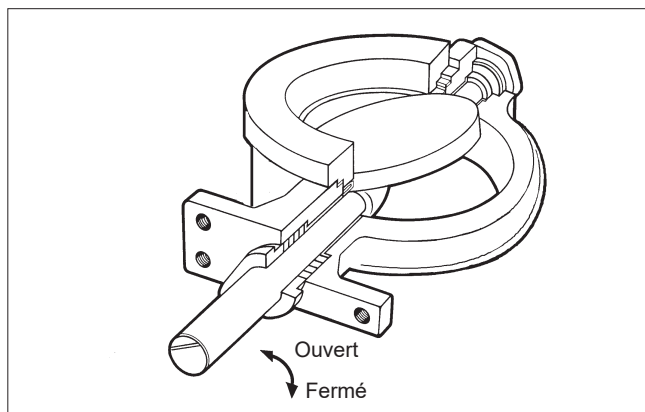

Fig. 12 Positions ouverte et fermée de la vanne
La ligne repère parallèle au disque se trouvant à l'extrémité de l'axe indique grossièrement l'angle de fermeture (cf. figure 12).
- Vérifier la position relative du joint de siège et du disque. La vanne ferme dans le sens horaire (cf. figure 12).
- Enfoncer les axes dans les alésages du disque. Aligner les trous de logement des goupilles. La position de l'axe (11) doit être conforme à celle indiquée sur la figure 12.
- Mettre en place la rondelle d'étanchéité (18) et la bride pleine (10). Les vis de la bride pleine doivent être serrées régulièrement. Irrégulièrement serrée, la bride peut endommager le joint de siège.
- Mettre en place le joint de corps (19) et l'anneau de bridage (2). Cf. 5.5.
- Vérifier la ligne de contact entre le disque et le siège (cf. fig. 12).